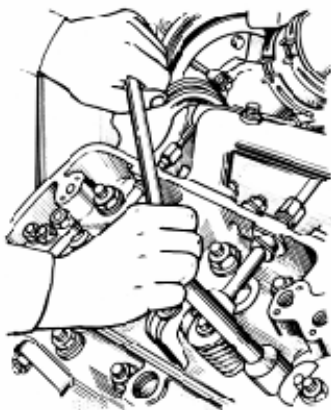

Рис. 83. Отвертывание гаек крепления головки цилиндров
- 6 Отвернуть гайки крепления головки цилиндров (рис. 83), соблюдая последовательность, обратную затяжке (рис. 54) не менее чем за три приема: